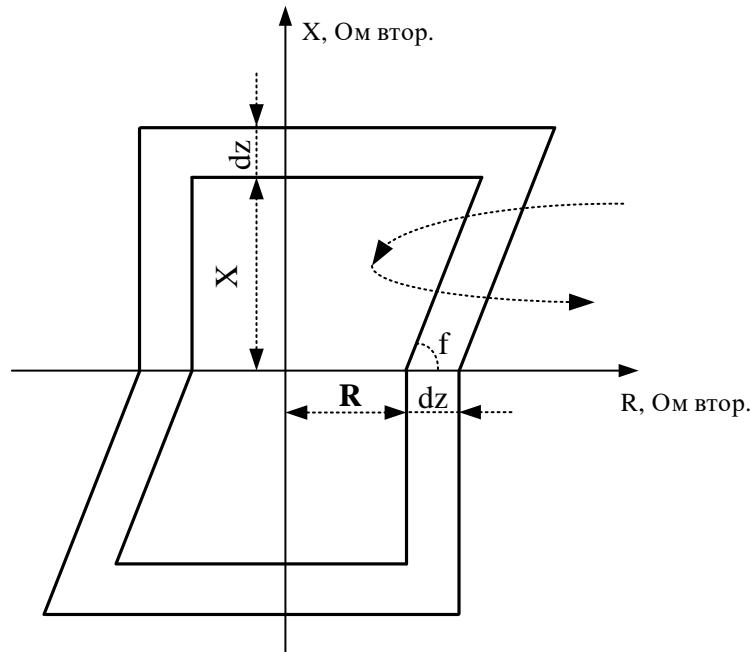

Рисунок 6.17 – Характеристика блокировки при качаниях
2. Рабочая точка перемещается из внешней зоны в зону действия (рисунок 6.17), при этом находится в дельта-зоне больше заданного времени Tdz . Для качаний частотой до 4–5 Гц $Tdz=20$ мс.